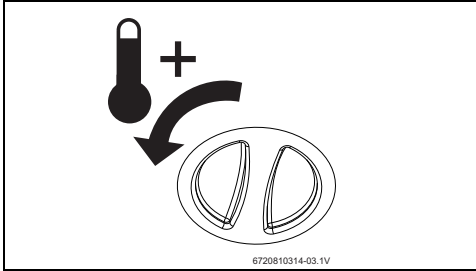

Fig. 12 Aumentar a temperatura
- ▶ Posicionar o termóstato na posição máxima de temperatura, rodar o seletor de temperatura para a esquerda até ao batente (→ Fig. 12).